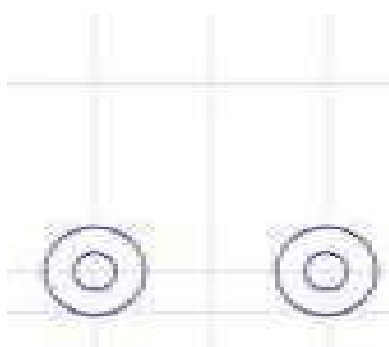

Рисунок 3.9 – Создание вспомогательной линии
9. Постройте **Вертикальную вспомогательную линию** **Стоп** (рисунок 3.9).